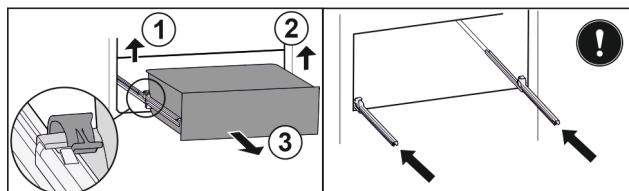

Fig. 104
- ▶ Podnieść lewy zacisk i wysunąć jednocześnie szufladę po lewej do przodu. Fig. 104 (1)
- ▶ Podnieść prawy zacisk i wysunąć jednocześnie szufladę po prawej do przodu. Fig. 104 (2)
- ▶ Wyjąć szufladę do przodu. Fig. 104 (3)